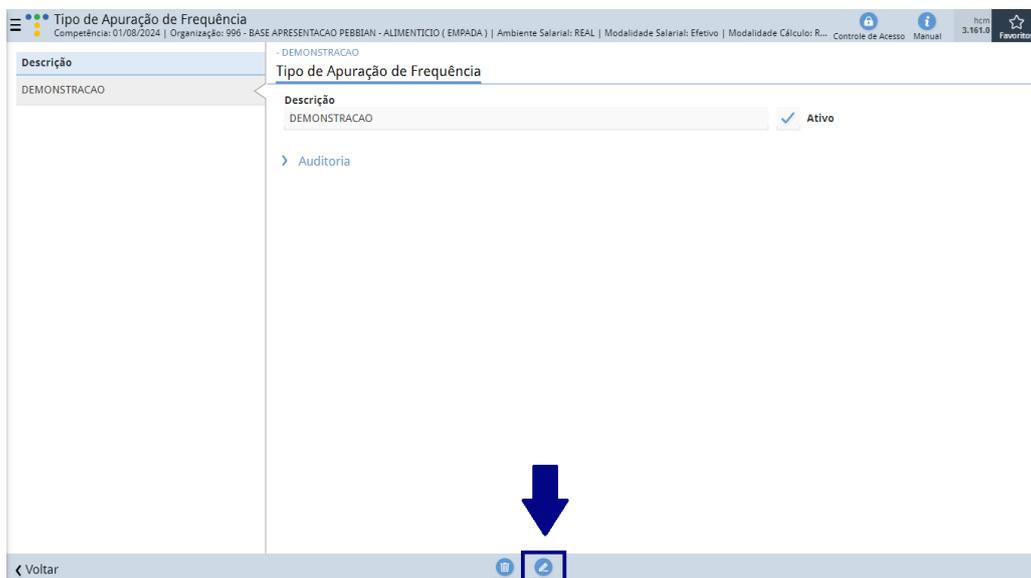

Figura 17: Editar
- Na janela de detalhes, clique no botão **Editar** (Figura 17). Isso permitirá que você modifique os campos disponíveis.